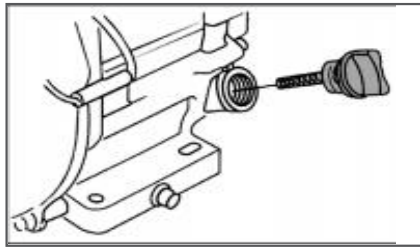

Рис. 12 Проверка уровня масла в картере
ПРИМЕЧАНИЕ! Максимальный уровень масла в картере соответствует нижней кромке заливного отверстия (Рис. 12).
4. Аккуратно извлеките щуп и осмотрите его. Уровень масла должен соответствовать верхней отметке на щупе. При недостаточном уровне масла в картере необходимо долить чистое масло до верхней отметки на щупе, что соответствует нижней кромке заливного отверстия (Рис. 12).